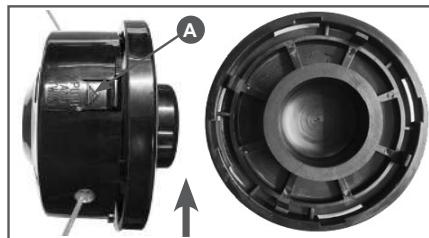

Рис.12 Снятие крышки триммерной головки
Нажмая на фиксатор (A) Рис.12 одновременно поверните крышку головки по часовой стрелке и снимите ее с корпуса головки (Рис.12).